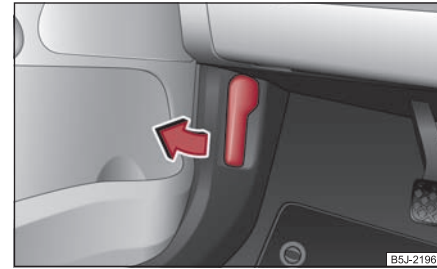

Abb. 14 Entriegelungshebel für Motorraumklappe
- Ziehen Sie am Entriegelungshebel unterhalb der Schalttafel auf der Fahrerseite ⇒ Abb. 14.